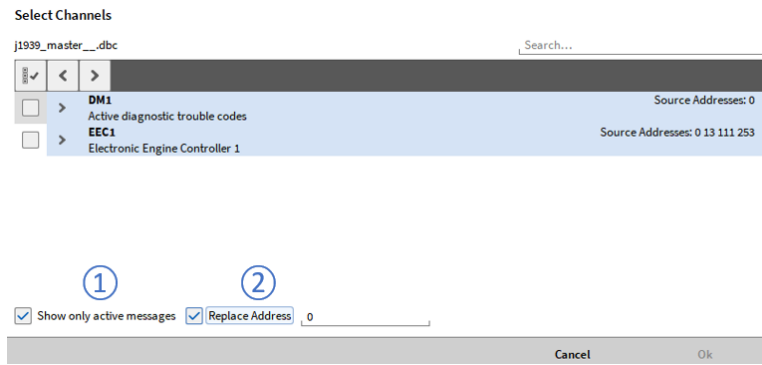

Abb. 7.197: Kanalauswahl für SAE J1939-Nachrichten und -Signale
Wenn eine dbc- oder arxml-Datei geladen wird, die J1939-Nachrichten enthält, wird die Quelladresse angezeigt, wenn *Nur aktive Nachrichten anzeigen* aktiviert ist (siehe ① in Abb. 7.197).
Durch Auswahl von *Adresse ersetzen* ist es möglich, die aktuelle Quelladresse der dedizierten Nachricht durch eine benutzerdefinierte zu ersetzen (siehe ② in Abb. 7.197).